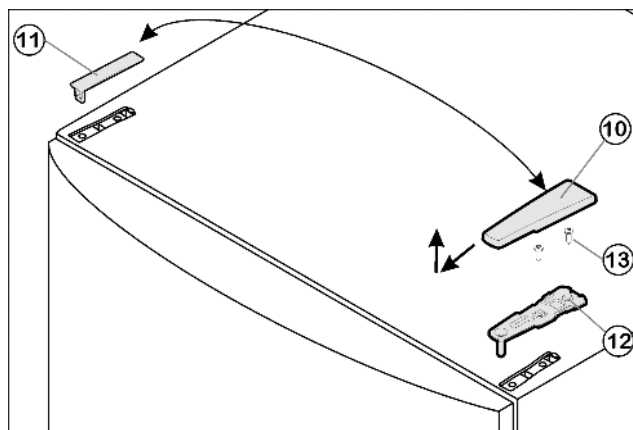

Fig. 5
- ▶ Nuimkite dengiamąją plokštelę *Fig. 5 (10)*, traukdami į priekį ir į viršų.
- ▶ Nukelkite dengiamąją plokštelę *Fig. 5 (11)*.
- ▶ Nusukite viršutinę atraminę gembę *Fig. 5 (12)* (2 Torx® 25) *Fig. 5 (13)* ir nutraukite į viršų.
- ▶ Viršutinę atraminę gembę *Fig. 5 (12)* įstatykite į duris kitoje lankstų pusėje.
- ▶ Viršutinę atraminę gembę *Fig. 5 (12)* **tvirtai (4 Nm)** prisukite (2x Torx® 25) *Fig. 5 (13)*. Jei reikia, aštriu daiktu pradrurkite varžtų skylės arba naudokite akumuliatorinį atsuktuvą.
- ▶ Dengiamąją plokštelę *Fig. 5 (10)* ir dengiamąją plokštelę *Fig. 5 (11)* atitinkamai užfiksuokite priešingoje pusėje.